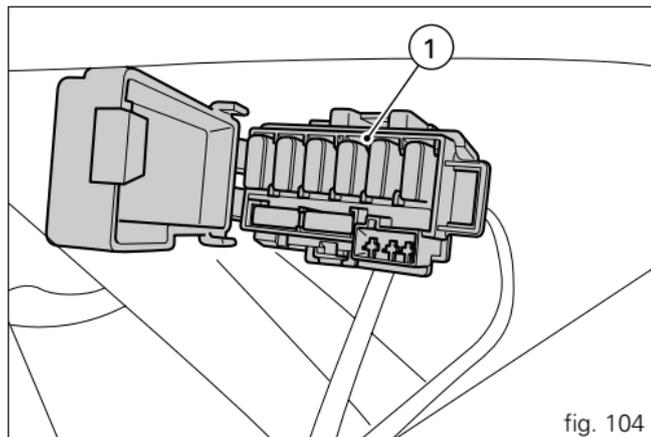

fig. 104
### Légende des boîtes à fusibles (1, fig. 104)
La boîte à fusibles principale se trouve du côté droit (fig. 104). Les fusibles utilisés sont accessibles en retirant le cache de protection (1) sur lequel est indiqué l'ordre de montage et l'ampérage.